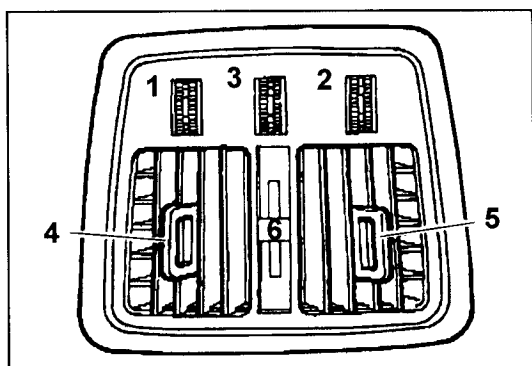

图 9-1-4 乘客舱后部温度控制面板
7. 可通过调节左、右侧温度调节轮 1、2(见图 9-1-4)来分别改变左、右出风口的温度。
8. 可通过鼓风机转速调节轮 3(见图 9-1-4)来控制后部温度控制的 ON/OFF。调节轮 3 在“0”位置,系统 OFF;如在其他位置,则系统 ON。
12. 滑移式调节器 6(见图 9-1-4)用于控制乘客舱后部中央风口及脚部风口的风量分配。另外,后部中央风口的风向可通过风口百叶窗 4 和 5 来调整。